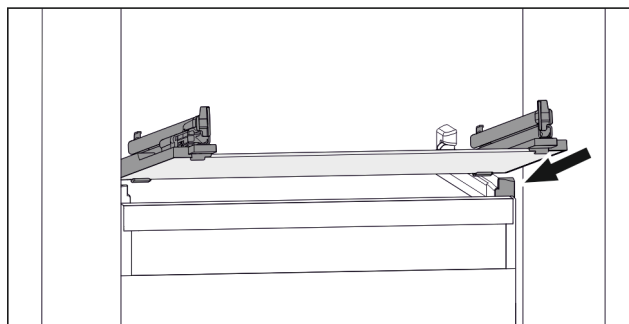

Fig. 103 Representación de la placa de vidrio a modo de ejemplo
- ▶ Coloque la placa de vidrio inclinada detrás de los topes. (consulte Fig. 103)